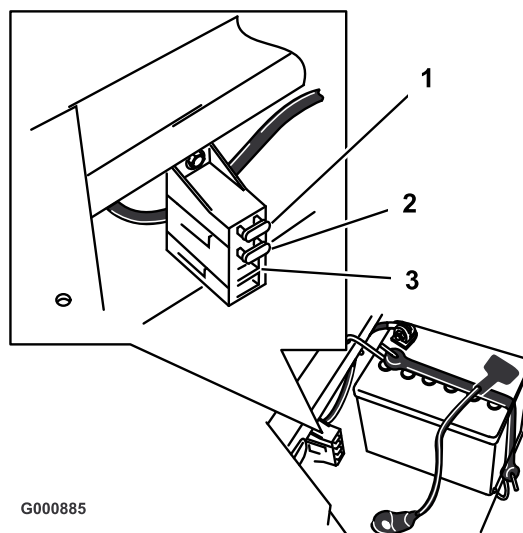

Figure 37
1. Soulevez le siège pour accéder au porte-fusibles (Figure 37).
2. Pour remplacer un fusible, tirez dessus pour l'enlever (Figure 37).